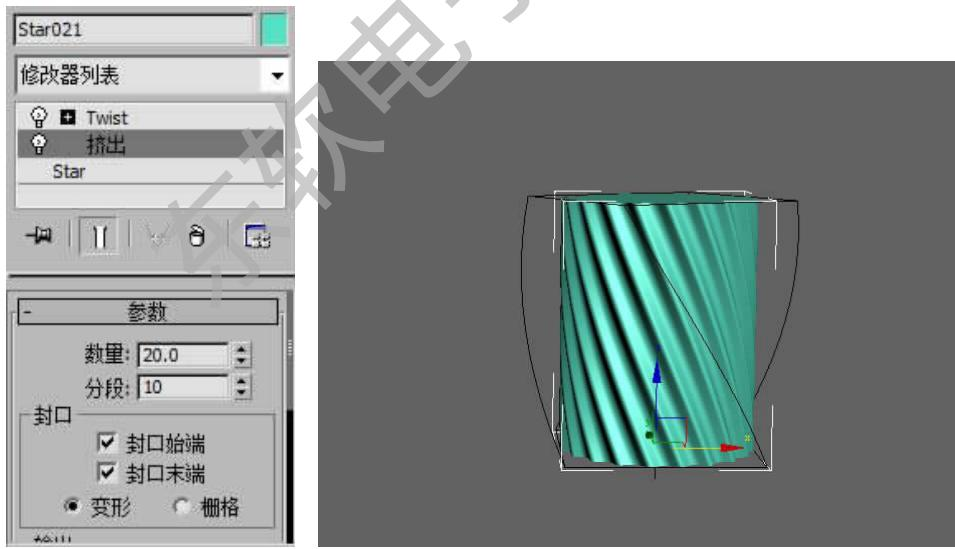

图 2-71 添加挤出
Step 15. 选择 $\star$ 创建面板 $\rightarrow$  $\square$ 图形 $\rightarrow$ 星形，进入修改面板添加挤出和扭曲修改器，制作方法和蜡烛相同，如图 2-71 所示。